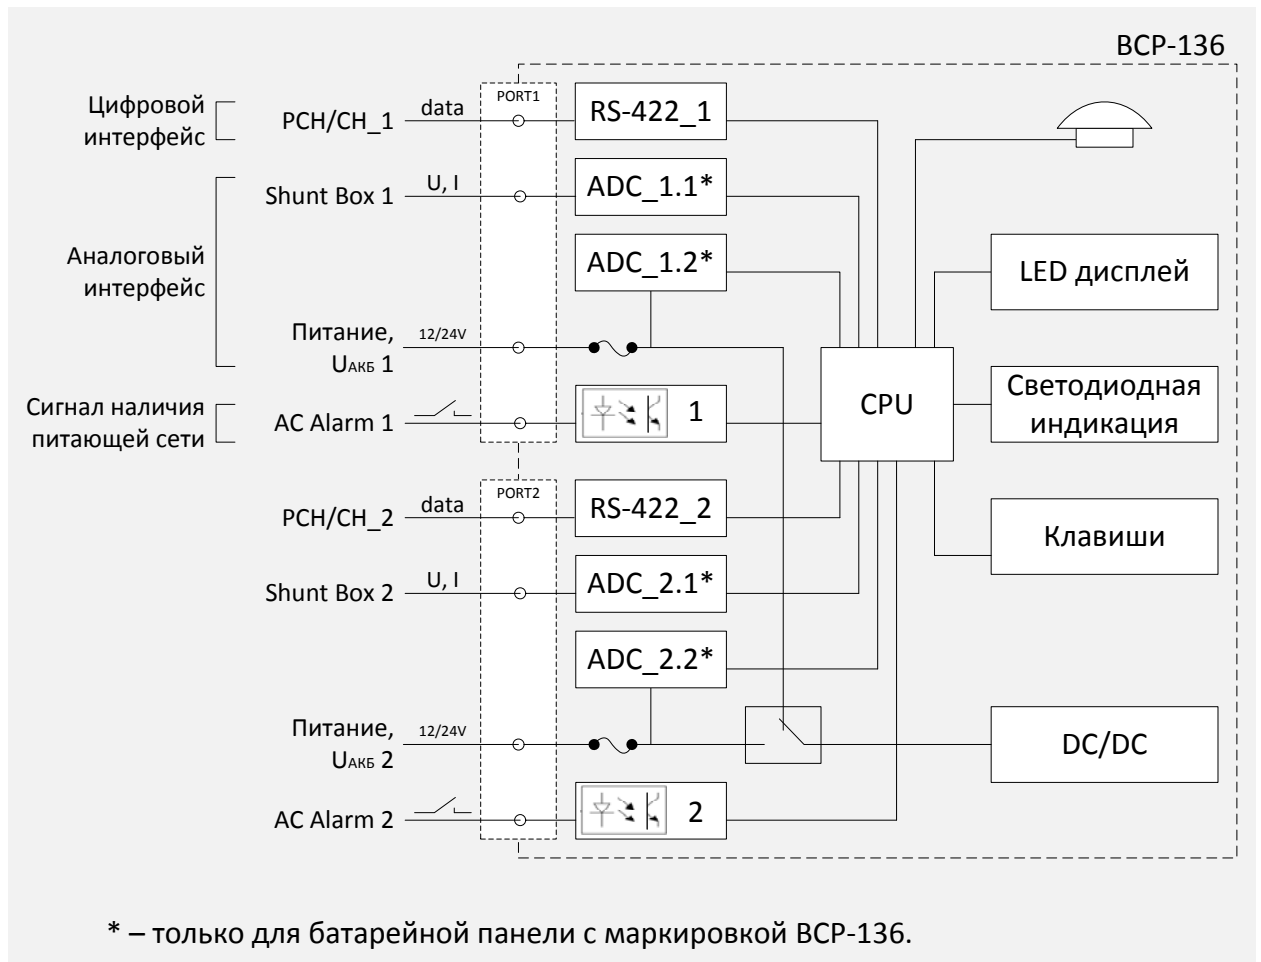
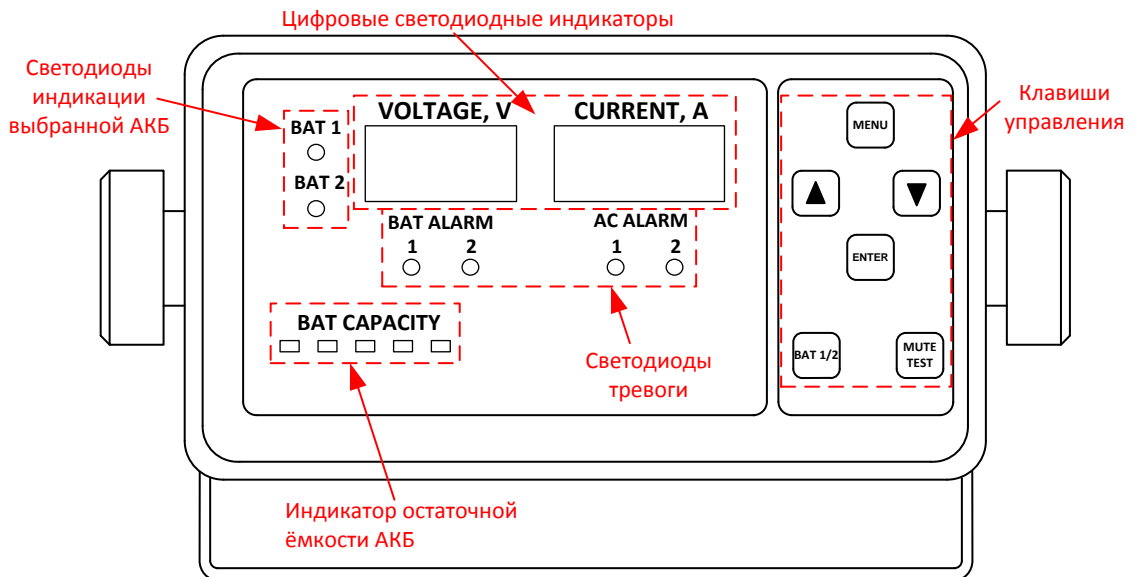

Рисунок 1 Структурная схема батарейной панели
Рисунок 2 Расположение и общие назначение органов индикации.
- светодиоды индикации выбранной батареи (смотрите Рисунок 1 и Рисунок 2).
2. Светодиоды тревоги **BAT ALARM / AC ALARM** (смотрите Рисунок 2).